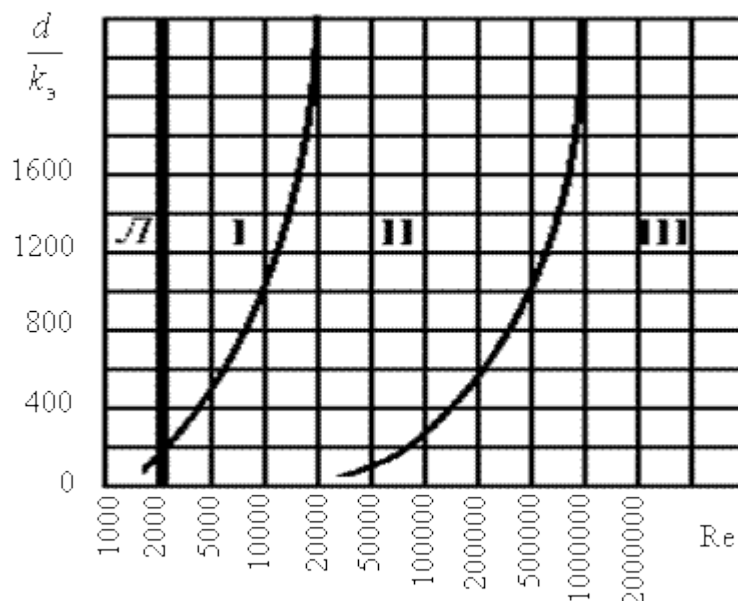

Рис. 9. Границы областей применения формул для определения  $\lambda$
4.10. По графику Альтшуля (рис. 9) определяем область применения формул для расчета теоретического значения коэффициента гидравлического трения  $\lambda_{\text{т}}$ .